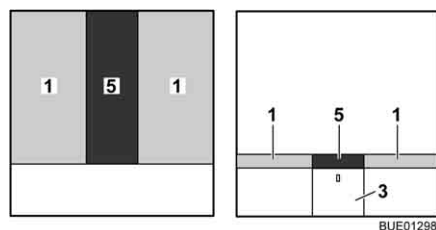

Fig. 136 Depois da transformação
- Coloque o estofo adicional (Fig. 136,5) entre os colchões (Fig. 136,1).